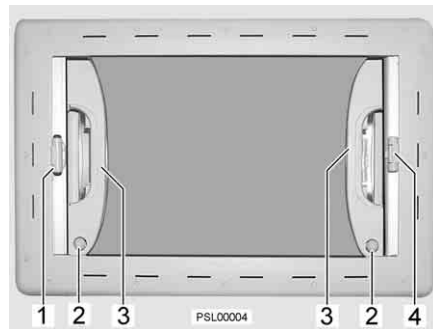

Fig. 23 Toit multiple
- Saisir une poignée (Fig. 23,3) d'une main et placer le toit multiple dans la position désirée.
- Quand le toit multiple est ouvert tout droit vers le haut, enfoncer les gâches de sécurité (Fig. 23,2) et pousser le toit multiple vers l'arrière en le tenant par les poignées.
- Appuyer sur les boutons de déverrouillage rouges de la poignée (Fig. 23,1) et tirer sur la poignée du store occultant jusqu'à ce qu'il soit dans la position souhaitée.
- Appuyer sur les boutons de déverrouillage rouges de la poignée (Fig. 23,1). Le dispositif de blocage sera alors débloqué.
- Tirer sur la poignée (Fig. 23,4) de la moustiquaire jusqu'à toucher la poignée du store occultant (Fig. 23,1) située vis-à-vis et la laisser s'enclencher.